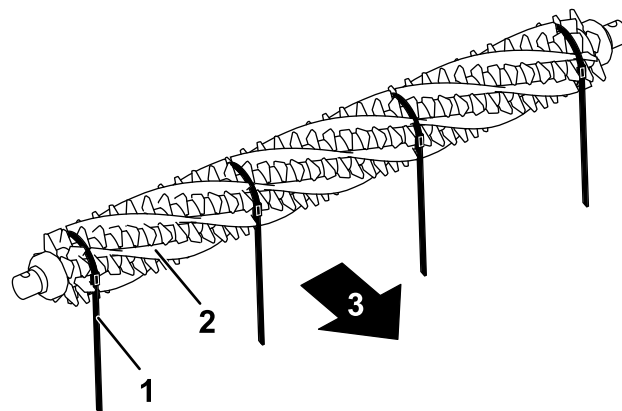

図 20
3. グルーマリール的一方の側からブラシを差し入れ、グルーマリールの各溝にブラシが入るようにセットする図 20。
重要 ストラップは、主に利用する回転方向に合わせて巻き付けてください。図 20 は、主に前転で使用する場合の巻き付け方向です。